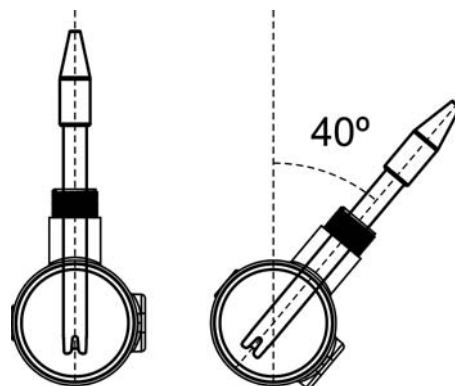

Fig. 13
4. **Installez toujours les sondes de pH / ORP préférentiellement verticale ou avec une inclinaison maximale de 40° (Fig. 13).**